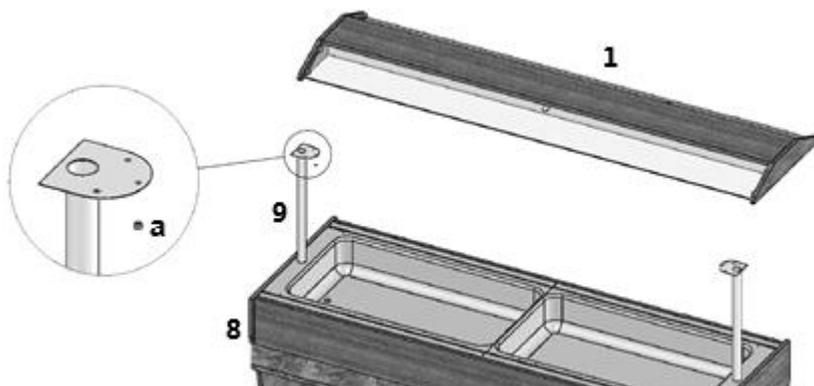

Abb. 3
1. Montieren Sie den Hustenschutz mit der integrierten Beleuchtung am Gerät (Abb. 3).